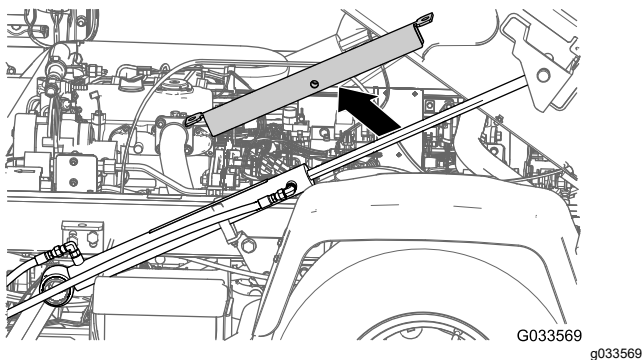
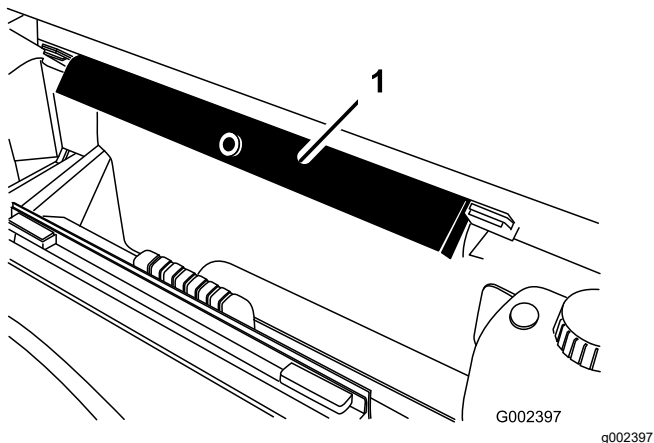

Figure 32
Figure 33
2. Retirez la béquille de plateau du vérin de levage et rangez-la dans les supports de rangement à l'arrière du panneau du ROPS (Figure 32 et Figure 33).